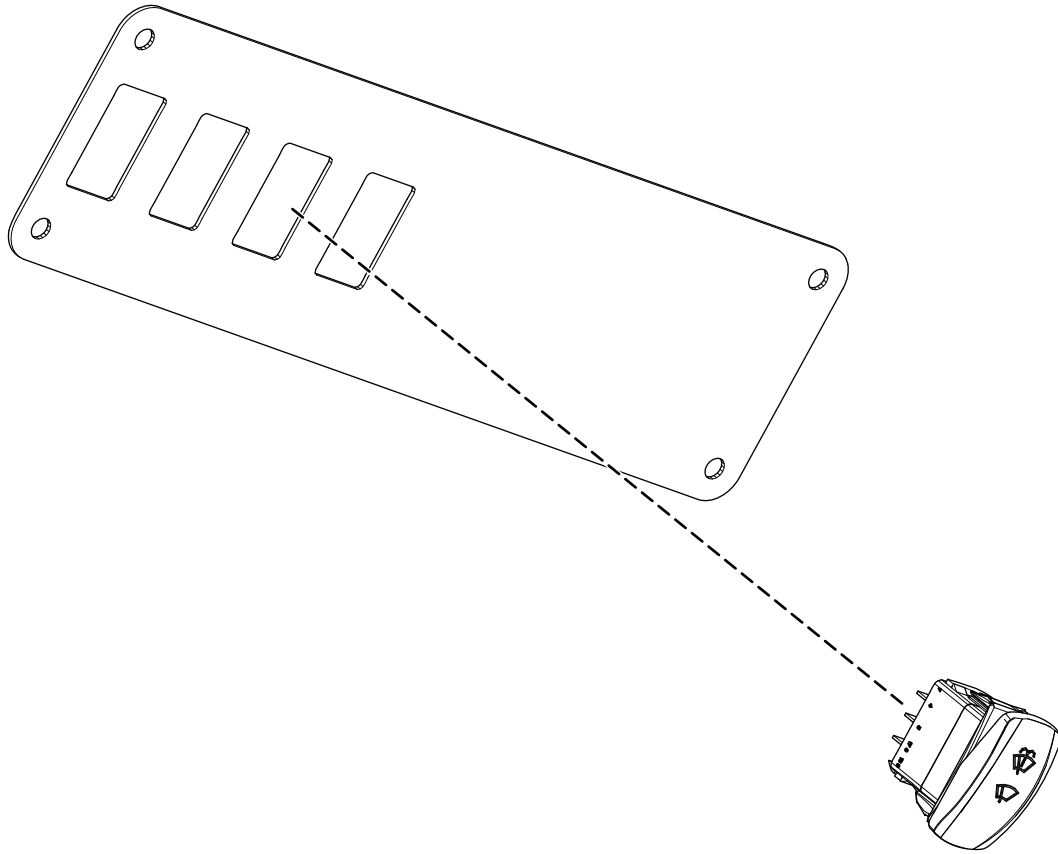

Figure 16
1. Insérez la commande dans l'ouverture du support de commandes de la console (Figure 16) provenant du kit console de pavillon (modèle 08130).